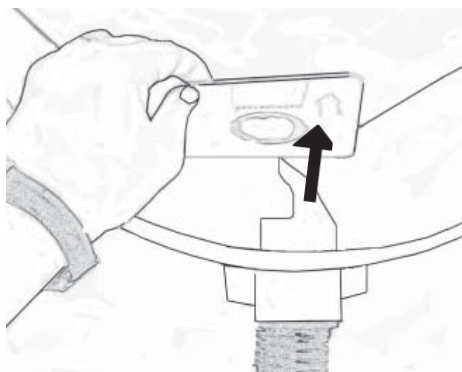

Abb. 23
5. Entfernen Sie den Staubbeutel, indem Sie die Kartonverstärkung festhalten und die Karte mit dem Beutel vorsichtig aus dem Behälter ziehen, Abb. 23. Falten Sie den perforierten Teil des Kartons zur Beutelöffnung, um zu verhindern, dass der Inhalt austritt.